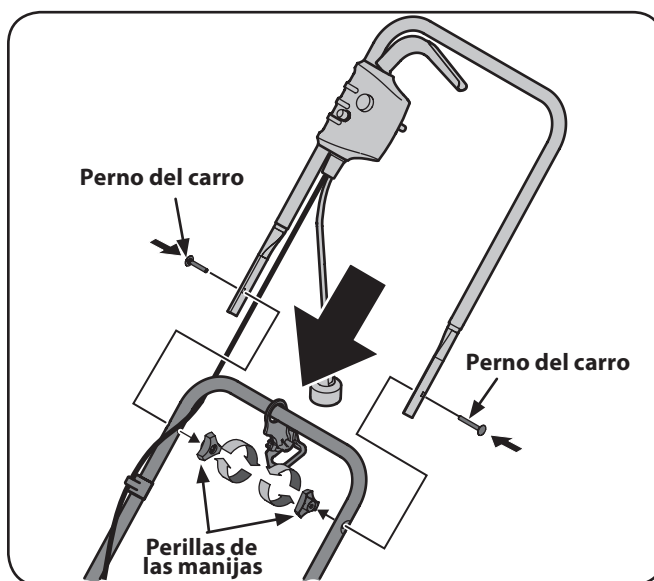

Figura 3-3
2. Acople la manija superior a la manija intermedia utilizando un tornillo del carro y la perilla de la manija a cada lado. Consulte la Figura 3-3.